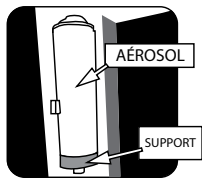

FIGURE 8
- Placez l'aérosol Maxima XTEND (570-0073) sur son support (figure 8).